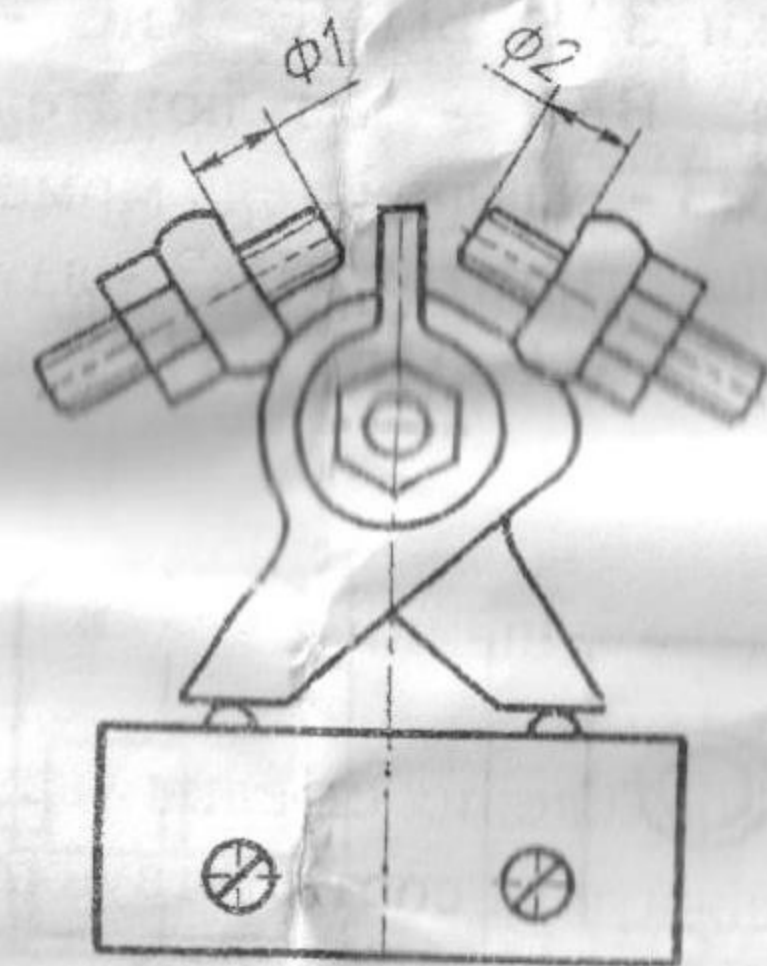

Рис. 4. Регулирование муфты крутящего момента
2.1.4. Регулирование муфты крутящего момента выполняется установкой размера Φ (рис.4).